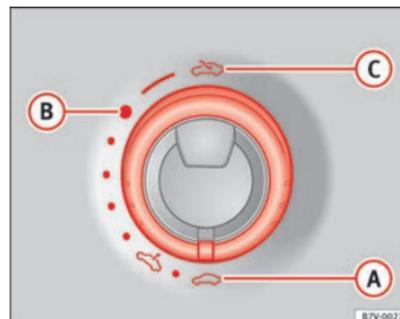

Abb. 62 An der Innenseite des Formhimmels: Schalter drehen zum Öffnen und Schließen.
⇒ Abb. 62
- Schalter \Rightarrow Abb. 62 ① muss in Stellung „Geschlossen“ ② gedreht sein.